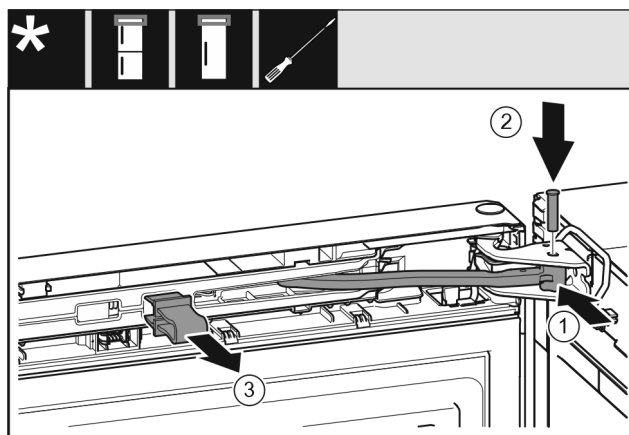

Fig. 25
- ▶ Ruotare il giunto articolato nel blocco di supporto. Fig. 25 (1)
- ▶ Inserire il perno nel blocco di supporto e nel giunto articolato. Fare attenzione che la camma di arresto sia correttamente in sede nella scanalatura. Fig. 25 (2)
- ▶ Rimuovere la protezione. Fig. 25 (3)